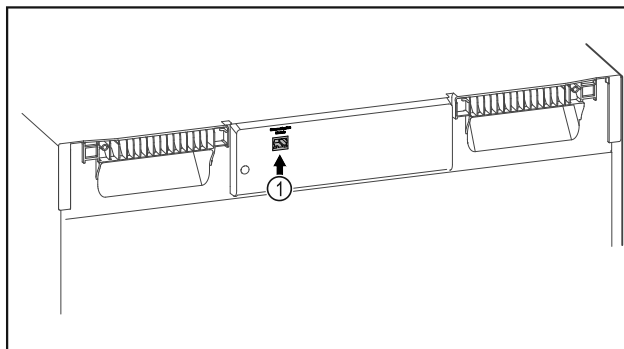

Fig. 154
- SmartModule Fig. 154 (1) 已使用。